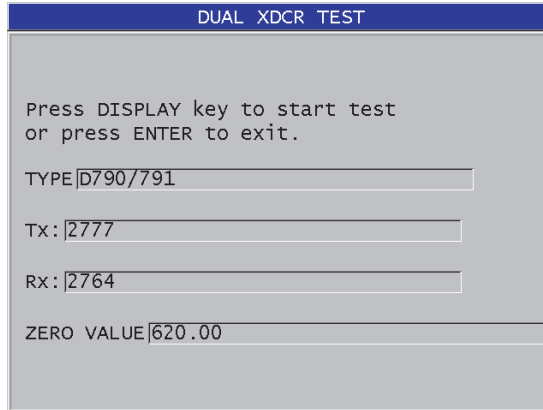

Figura 15-3 Pantalla DUAL XDCR TEST
7. Si el parámetro **DUAL XDCR TEST** es seleccionado, en la pantalla **DUAL XDCR TEST** (ver Figura 15-3 en la página 312):